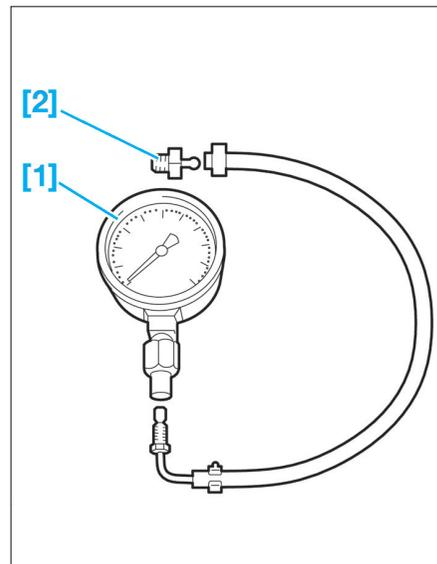

Fig. 14
- [1]. Manomètre pour contrôle de la pression d'huile (mini 4 bars) (réf : 2279-T.bis du coffret 4103-T) (Fig.14).
- [2]. Adaptateur (réf : 7001-T du coffret 4103T) (Fig.14).